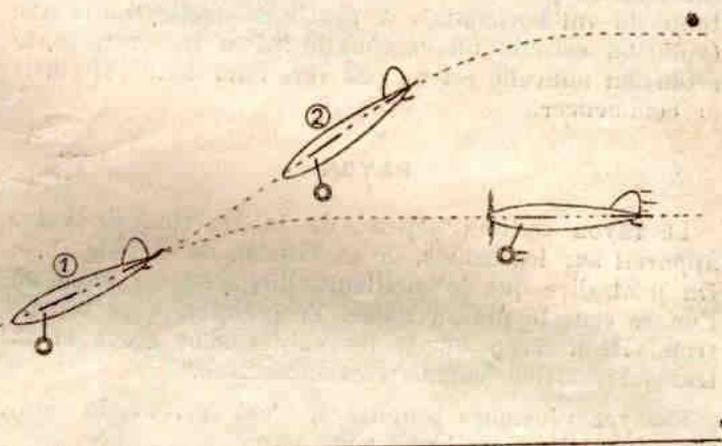

FIG. 38. — L'atterrissage.
Pour réussir un bel atterrissage, il est nécessaire d'avoir un excédent de vitesse. Au moment où le moteur s'arrête, si vous êtes en vol horizontal et en pleine vitesse, tout va bien. Ne laissez pas perdre cette vitesse, approchez l'appareil du sol le plus rapidement possible suivant une trajectoire arrondie (fig. 38) et sous un angle de piqué d'autant prononcé que l'avion se trouve plus haut (1) (2). En approchant du sol redressez votre appareil progressivement de façon à l'amener en vol horizontal très bas (3). Empêchez-le de se poser le plus longtemps possible (4) en tirant sur le manche (voyez la position du volet). Un atterrissage réussi se fait